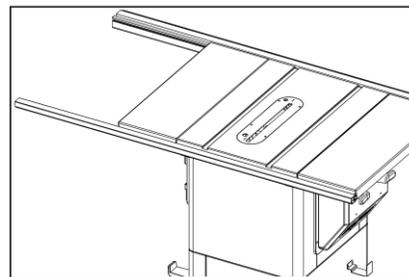
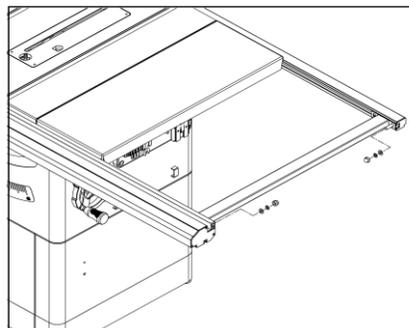

Рис.10
Рис.11
•Вставьте болты с шестигранной головкой М8 х 16 в отверстия в кронштейне на каждом конце распорки. Прикрепите распорку к крайнему правому концу рельсов, вставив болты с шестигранной головкой в Т-образные пазы рельсов. Закрепите болты с помощью плоских шайб, стопорных шайб и гаек.Рис.10 Рис.11